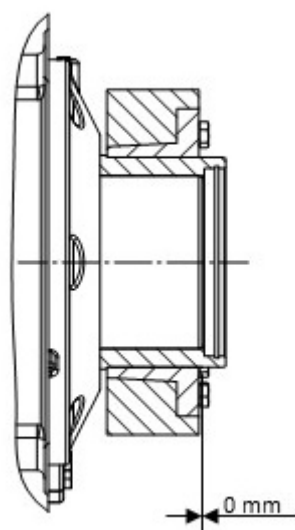

Figure 15 : Frette de serrage montée
7. Après le serrage des vis, la face avant côté vis de la bague intérieure doit être en superposition à fleur de la face avant de la bague extérieure. Le serrage de la frette de serrage peut ainsi être vérifié visuellement (Figure 15).